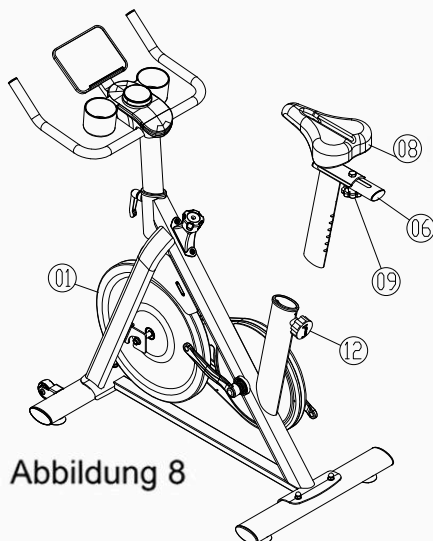

Abbildung 8
8. Schieben Sie den vormontierten Sattel (Teile 06/08/09) in die Hauptrahmenbaugruppe (Teil 01), wie in Abbildung 8 gezeigt.